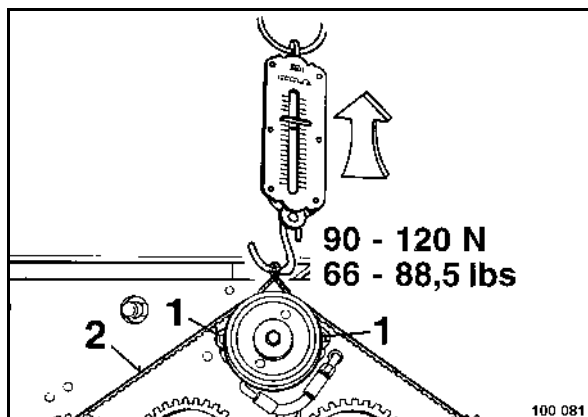

fig. 72
- Desserrer 2 vis de fixation 1 (fig. 72) de l'embrayage.